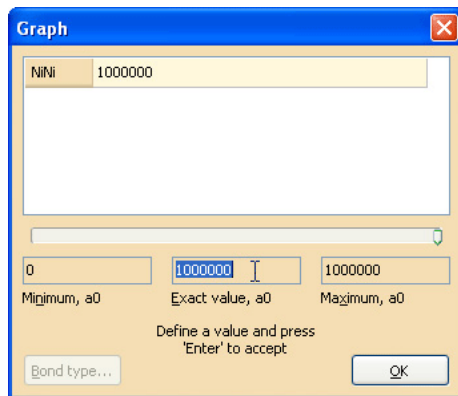

Рис. 18. Окно «*Graph*» и задание радиусов обрезки
4. Вызовите команду *Graph...* из меню *View*. Задайте радиус обрезки, заведомо превышающий расстояние между наиболее удаленными атомами в структуре, например, $1000000 a_0$. (Обратите внимание на то, что в окнах настроек «*NanoEvolver*» используются атомные единицы длины.) Для этого в поле *Maximum* введите 1000000 , затем введите 1000000 в поле *Exact value* и **обязательно нажмите Enter** для применения изменений (см. рис. 18). При этом в главном окне должен отрисоваться *полный граф* наноструктуры. Закройте окно *Graph* нажатием кнопки *OK*.